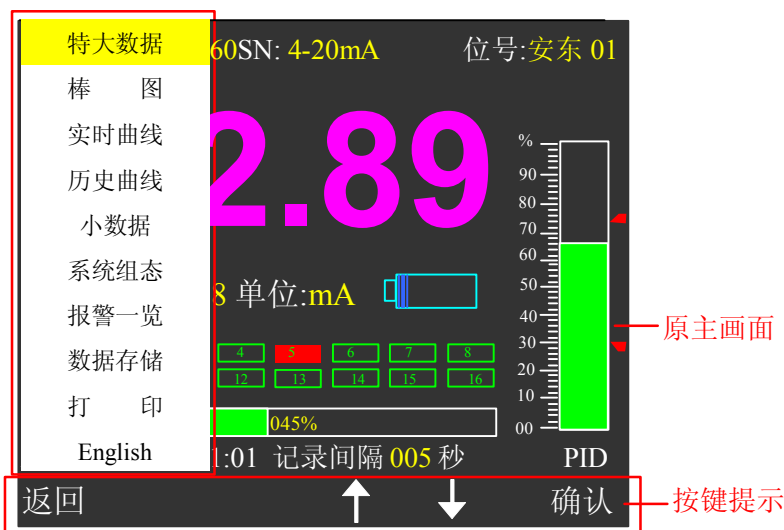

图 2.5 菜单画面
- 1、进入下拉菜单画面：** 在特大数据、棒图、实时曲线、历史曲线、小数据、报警一览、打印的各个主画面下，按菜单键（即 ESC 键），就会弹出如图 2.5 所示的菜单；